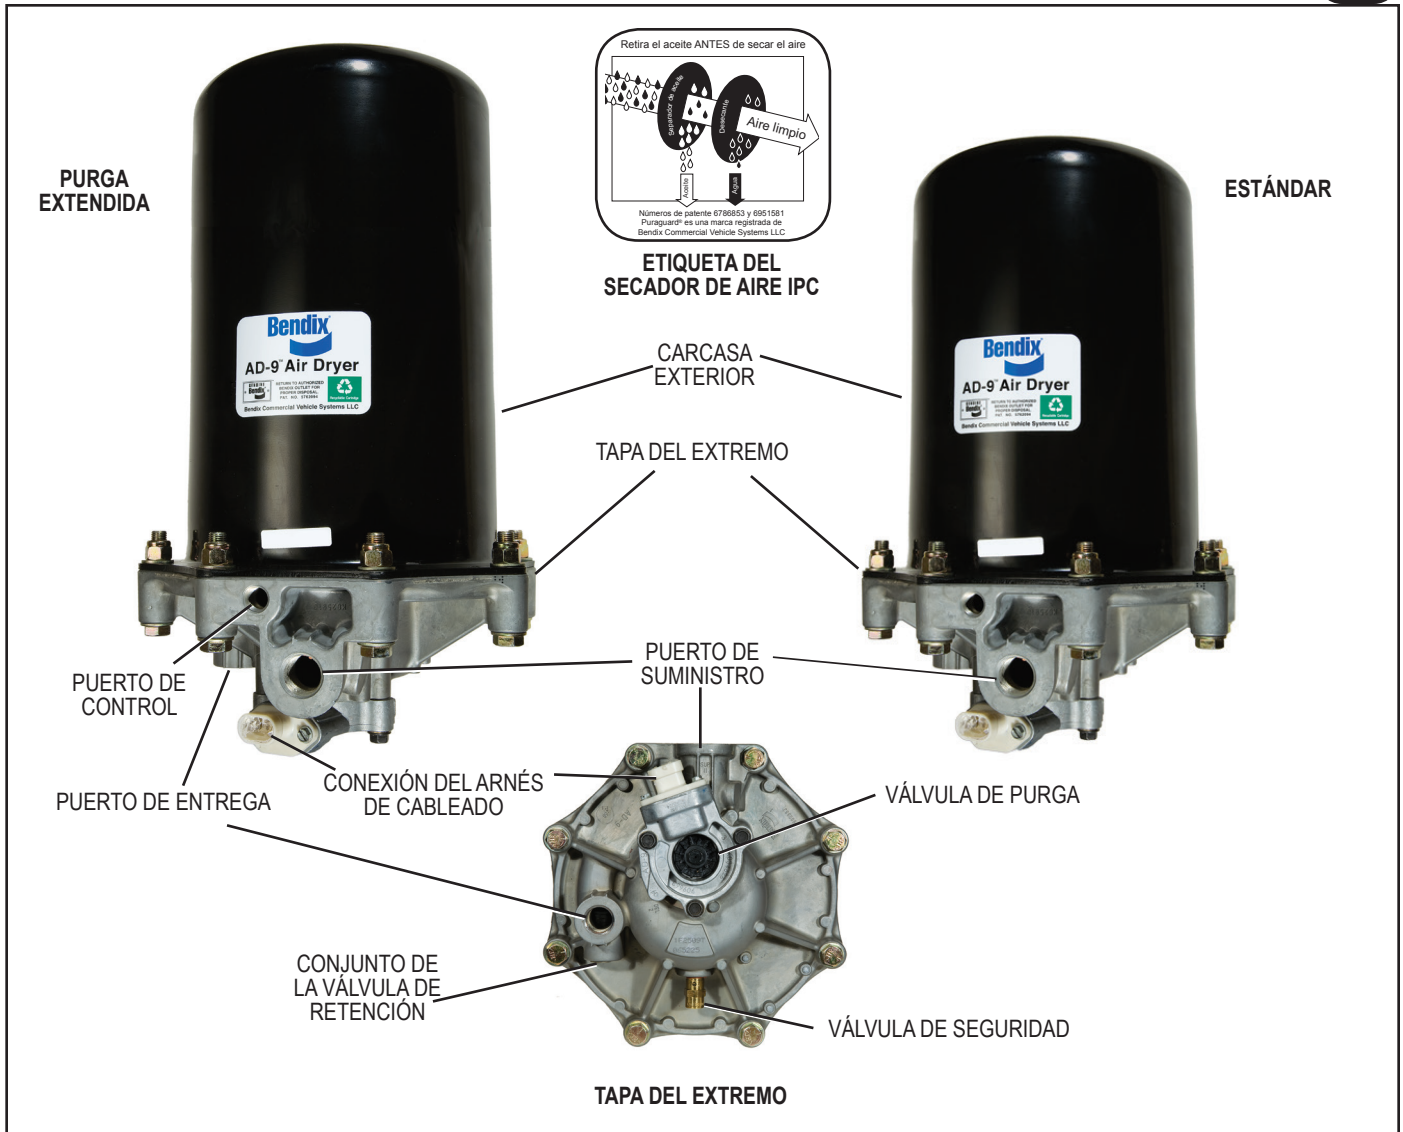

FIGURA 1 - MODELOS DE SECADOR DE AIRE AD-9® Y AD-9® IPC DE BENDIX®
El secador de aire AD-9 IPC es idéntico en apariencia al secador de aire estándar AD-9, pero contiene un medio separador en la entrada del lecho desecante. Este medio separador proporciona un nivel más alto de eliminación de aceite que el secador de aire estándar AD-9. El secador de aire AD-9 IPC ofrece las mismas funciones que el secador de aire estándar AD-9 y se usa cuando hay aceite que contamina los componentes aguas abajo. El secador de aire AD-9 IPC de Bendix se puede identificar por la etiqueta IPC (se muestra en la figura 1), ubicada en el alojamiento del secador de aire.
3. Identifique y desconecte las tres líneas de aire de la tapa del extremo y anote la posición de los puertos de la tapa del extremo en relación al vehículo. Vea la figura 1.